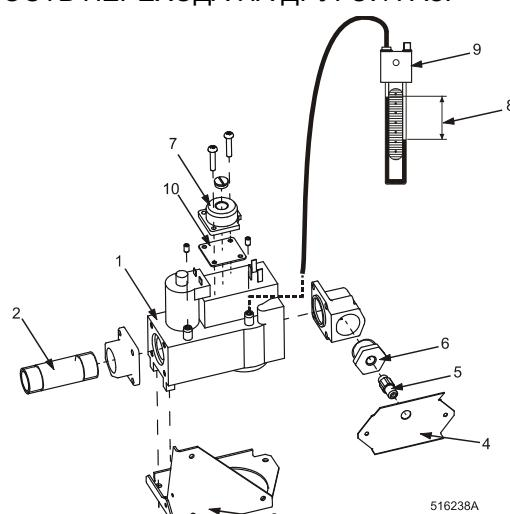

Рис. 8.6.2. Запорный газовый клапан
- Открутите болты крепления газового клапана к держателю (рис. 8.6.2., поз. 3).
- Достаньте клапан из машины. Замените форсунку (рис. 8.6.2., поз. 5). Размер форсунки определите с помощью **приложения 530762**.
- Из газового клапана вывинтите регулятор (рис. 8.6.2., поз. 7) или защитную заглушку (рис. 8.6.2., поз. 10) и установите заглушку (или регулятор – входит в комплект поставки машины).
- Если установлен регулятор газа, то во время работы прибора установите требуемое давление на форсунку с помощью манометра (рис. 8.6.2., поз. 8 и 9) по **приложению 530762**.